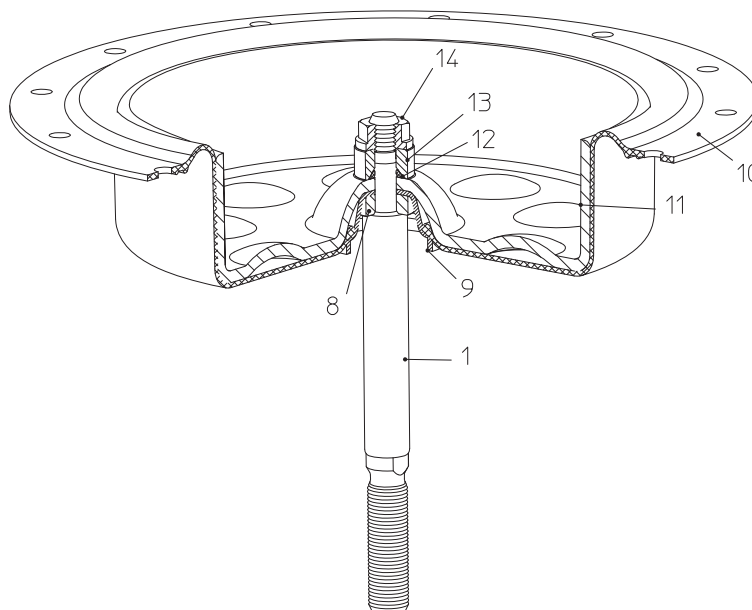
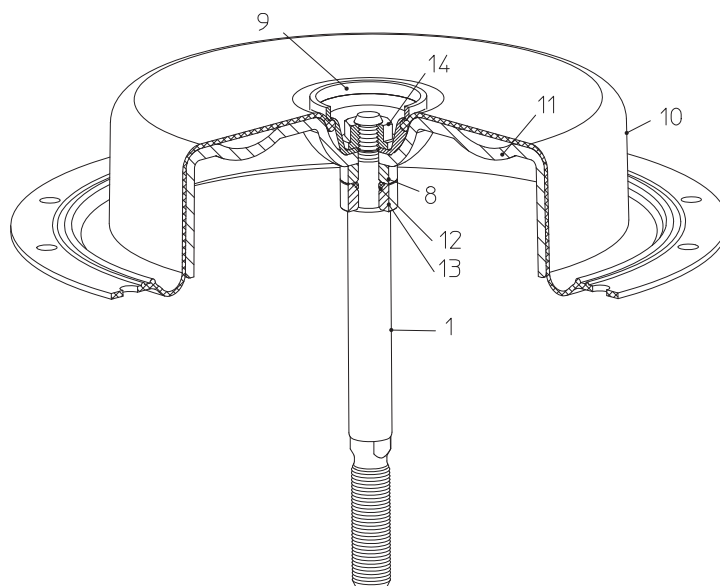
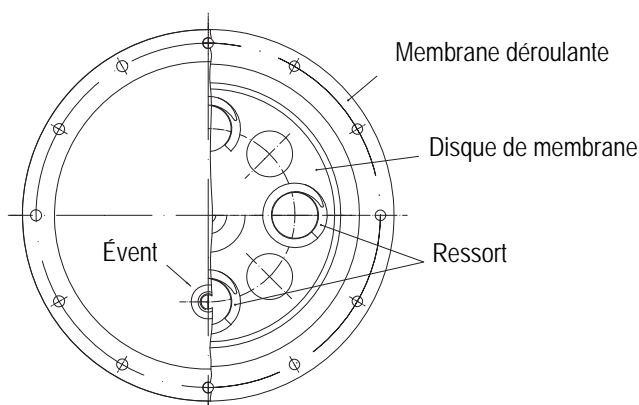

Fig. 21: "Tige sortante par l'effort des ressorts"
Fig. 22: "Tige rentrante par l'effort des ressorts"
Fig. 23
- Pour les actionneurs DP30/32/33 veiller, lors du montage de cet ensemble de pièces, à ce qu'un alésage de la membrane déroulante (pos. 10) et une bombure du disque de membrane (pos. 11) soient en alignement précis l'un par rapport à l'autre.
- Lors de la mise en place (pose) de l'ensemble de pièces dans l'actionneur en mode de fonctionnement: "Tige sortante par l'effort des ressorts", une bombure du disque de membrane (pos. 11) doit être en alignement précis par rapport à un alésage de la membrane déroulante (pos. 10) et se trouver exactement au-dessus du raccordement pneumatique du couvercle inférieur de la membrane (pos. 7) (Fig. 21 et Fig. 23).
- Lors de la pose de l'ensemble de pièces dans l'actionneur en mode de fonctionnement: "Tige rentrante par l'effort des ressorts", une bombure du disque de membrane (pos. 11) doit être en alignement précis par rapport à un alésage de la membrane déroulante (pos. 10) et se trouver exactement au-dessus du raccordement pneumatique du couvercle supérieur de la membrane (pos. 18) (Fig. 22 et Fig. 23).